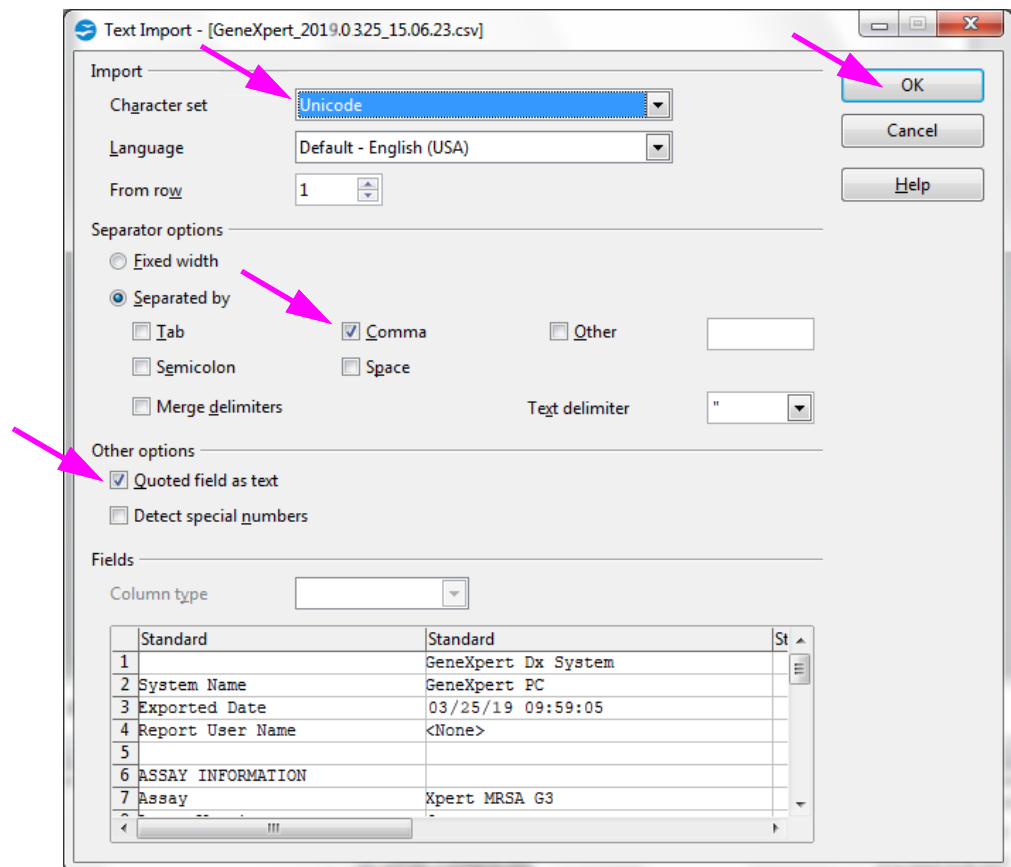

Figura 5-64. Ecranul Importare text cu setări noi selectate
2. Apare ecranul Importare text (Text Import). Pe acest ecran, verificați dacă casetele de selectare din stânga câmpului **Virgulă (Comma)** și **Câmp cotat drept text (Quoted field as text)** sunt bifate. Consultați Figura 5-64.